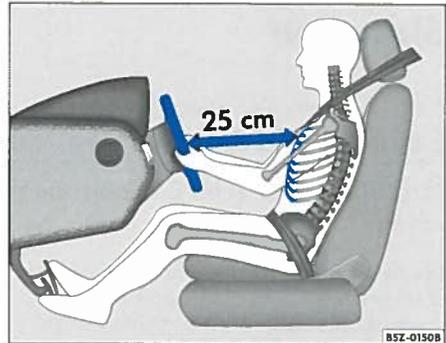

Abb. 82 Prinzipdarstellung: Die richtige Sitzposition des Fahrers
- Stellen Sie das Lenkrad so ein, bis die gewünschte Einstellung erreicht ist ⇒ Abb. 82.
- Stellen Sie den Fahrersitz oder das Lenkrad so ein, dass der Abstand zwischen Lenkrad und Brustbein mindestens 25 cm beträgt ⇒ Abb. 82. Wenn Sie den Mindestabstand nicht einhalten, kann Sie das Airbag-System nicht schützen – Lebensgefahr!